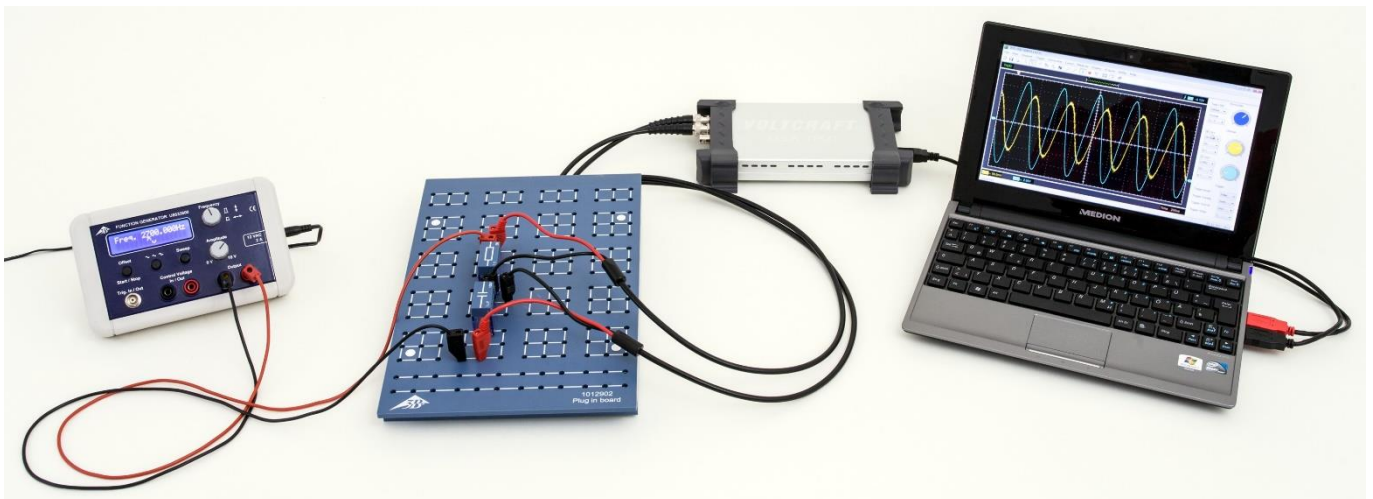

Fig. 1: Disposición de medición
- Monte el arreglo de medición (Fig. 1) según el esquema de ensamble (Fig. 2) con la resistencia  $R=1\ \Omega$  y uno de los condensadores  $C=1\ \mu\text{F}$ .